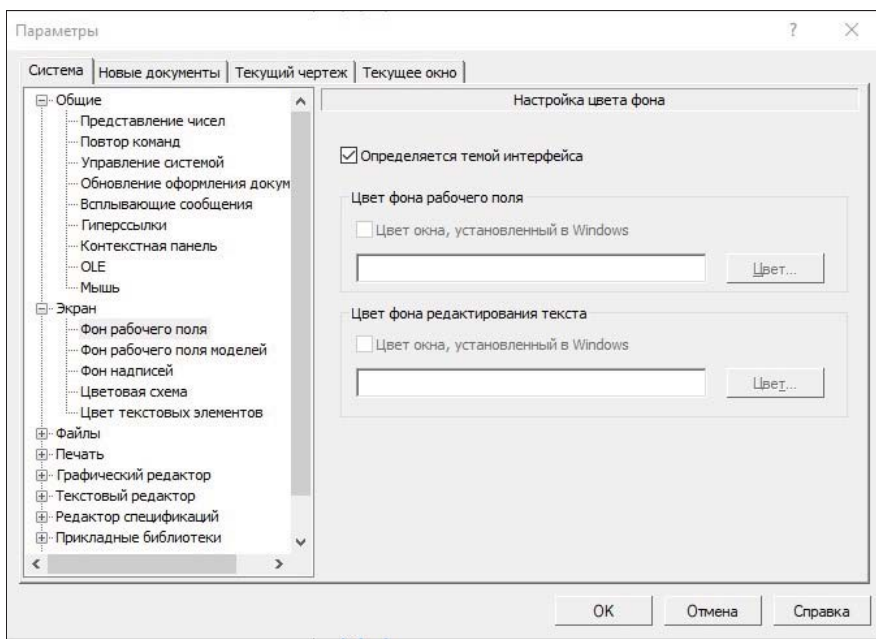

Рис. 4.5. Диалоговое окно **Параметры** с открытой панелью **Настройка цвета фона**
- ◆ щелкните ЛК мыши по знаку "плюс" перед разделом **Экран**, а затем по пункту **Фон рабочего стола**. В правой части появится панель **Настройка цвета фона** (рис. 4.5), на которой по умолчанию включена опция **Определяется темой интерфейса**. В этом случае цвет фона документа зависит от выбора темы — светлая или темная;